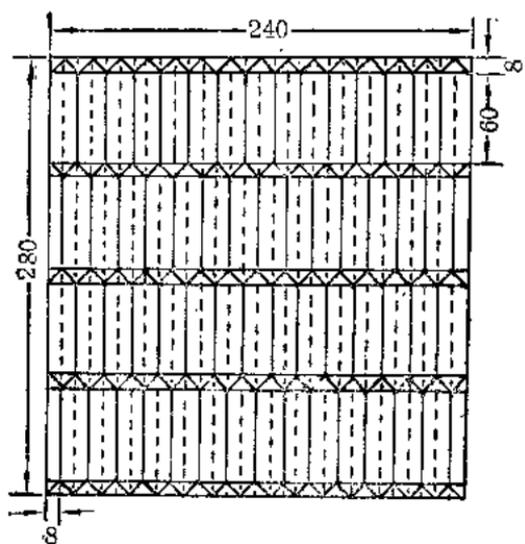
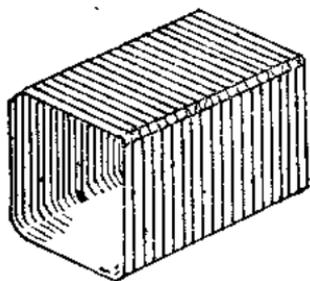

图 1
图 2
i. 第一种制法 在牛皮纸上按图 1 画出折迭纹，其中实线是向里折，虚线是向外折。为了便于弯折，在画好折线以后，在牛皮纸的下面放几层旧报纸，用圆珠笔沿实线划出折痕；把牛皮纸翻过来，沿着虚线划出折痕。折痕划好以后，把纸用浆糊粘成方框(图 2)。干透以后，沿着折痕进行折迭，最后成为一只伸缩的纸腔(图 3)。